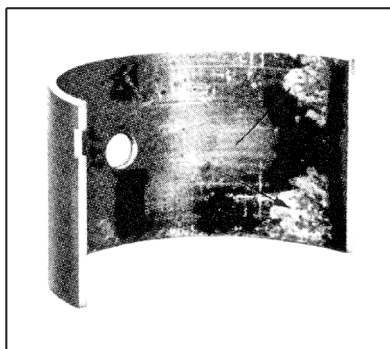

图 3-5 轴瓦分隔区域附近过度磨损
1) 现象。两片轴瓦分隔区域附近过度磨损, 如图 3-5 所示。